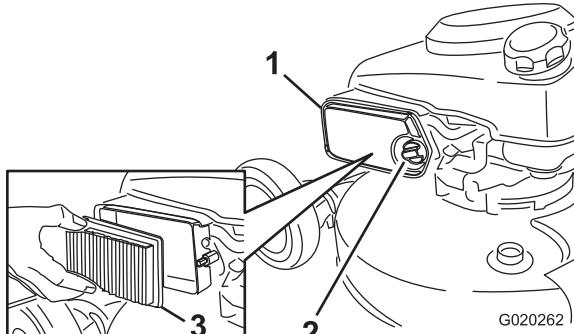

Bild 36
- Schrauben Sie das Handrad ab und öffnen die Abdeckung (Bild 36).
- Tauschen Sie den Luftfiltereinsatz aus (Bild 36).